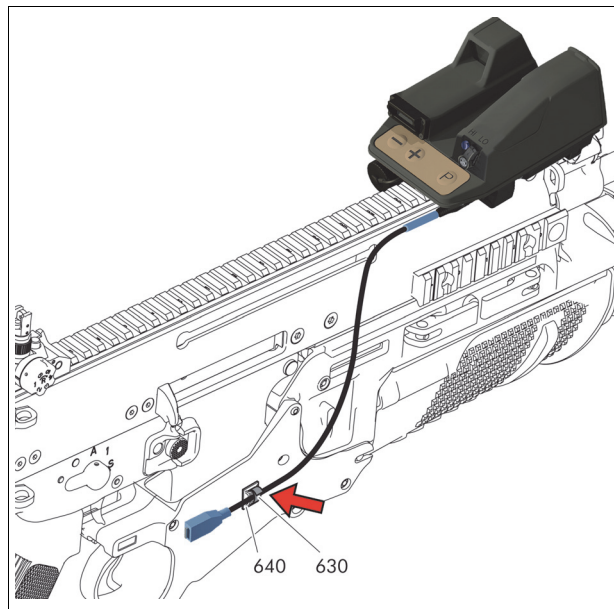

Fig. 3.g - Guidage du câble de commande sur fusil, tireur droitier
- Fixer le câble de commande à la pince à câble à dos adhésif (640) au moyen d'un velcro (630) (voir Fig. 3.g).